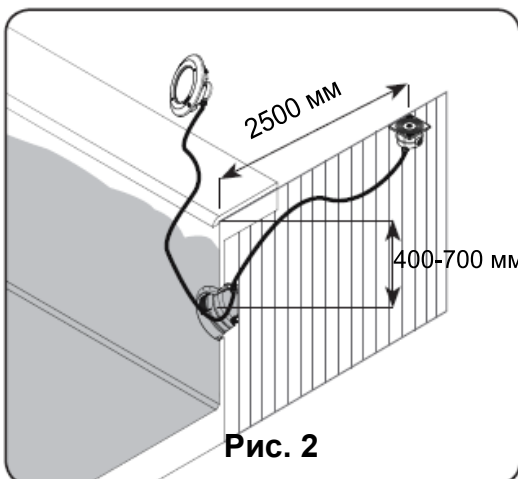

Рис. 2
2. Снимите ламповый блок и часть прожектора и поместите ее на край плавательного бассейна (эта операция полностью описана в руководстве к прожектору) (Рис. 2).